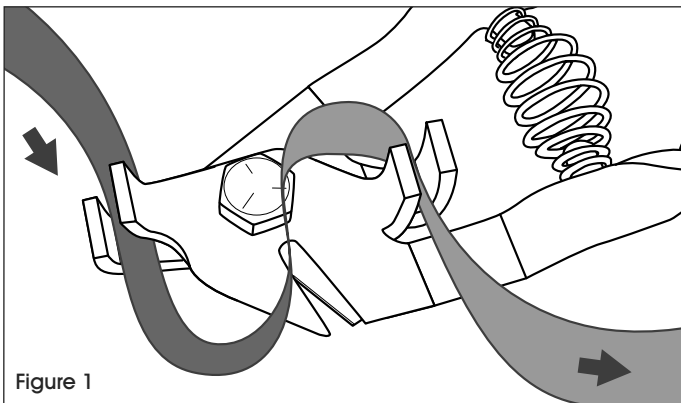

Figure 1
1. Enfiler le feuilard en poly dans les deux pinces du sertisseur et serrer les poignées pour sertir le feuilard. (Voir figure 1)